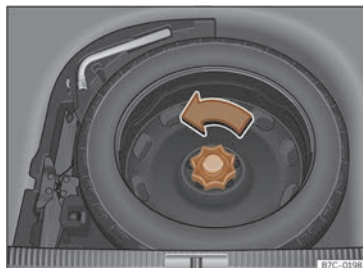

Fig. 232 Dans le coffre à bagages : plancher de chargement soulevé.
- Tournez la molette dans le sens inverse des aiguilles d'une montre >>> fig. 232.